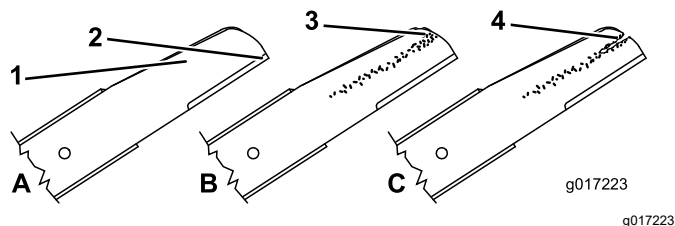

Figura 34
1. Inspeccione as extremidades de corte (Figura 34). Se as extremidades não estiverem afiadas ou estiverem amolgadas, retire e afie as lâminas.
2. Inspeccione as lâminas, especialmente a área curva (Figura 34). Se verificar qualquer dano, desgaste ou a formação de ranhuras nesta área, substitua imediatamente por lâminas novas.